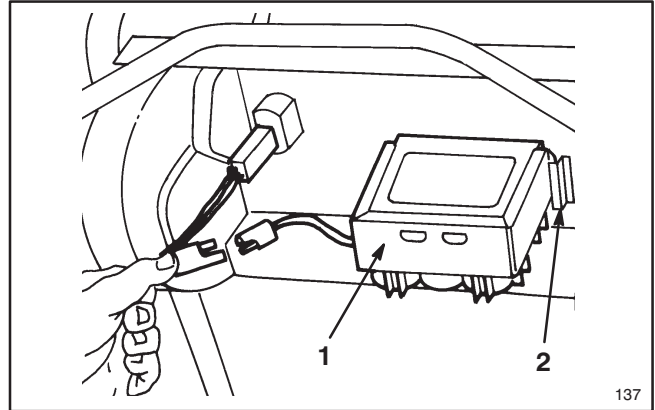

Figure 8
1. Voir Charge de la batterie, page 11. Insérer la batterie, étiquette tournée vers la position de conduite, entre les languettes de fixation à l'arrière du panneau de commande (Fig. 8).